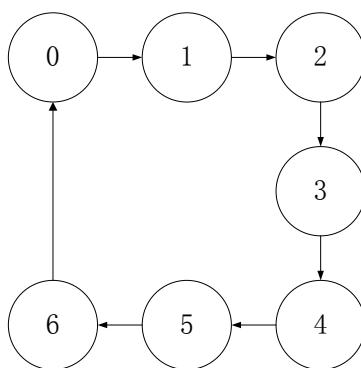

图 5-5: 模 7 加法计数器的状态转换图
5. 模 7 加法计数器的状态转换如图 5-5 所示。当  $Q_2Q_1Q_0$  稳定为某个状态时, 表示一个唯一的数, 例如  $Q_2Q_1Q_0=011$  时表示 3, 那么下一个计数值一定是  $Q_2Q_1Q_0=100$ , 也就是当前状态决定了下一个状态。所以, 只需得到次态方程  $Q^{n+1}=f(Q_{2n}, Q_{1n}, Q_{0n})$  就能通过逻辑电路实现当前状态到下一个状态的转换。状态转换如表 5-6 所示。